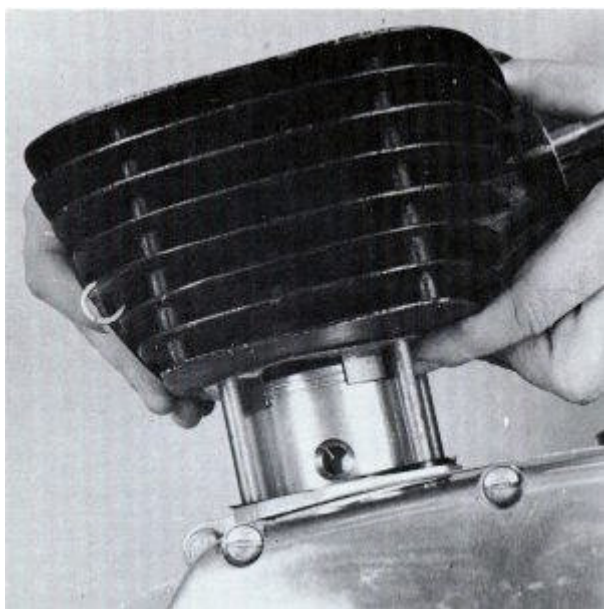

FIG. 113
15. La parte interior inferior de la camisa tiene un bisel pequeño mecanizado todo su perímetro para que los anillos más fácil empezar en el cilindro. Con los dedos, o un compresor de anillo, los anillos de compresión, teniendo cuidado de no permitir que cualquiera de anillo para montar a lo largo de la clavija en la ranura o fuera de su ranura. Saque cuidadosamente el cilindro hacia abajo sobre el pistón y el cilindro de seguridad contra los casos del motor (Fig. 113).